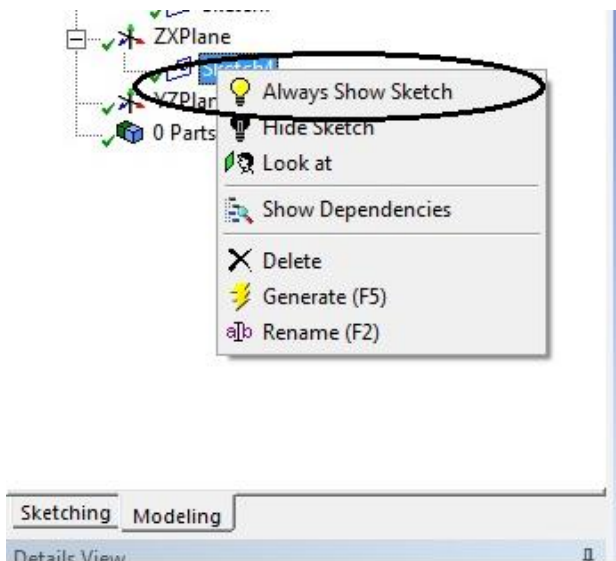

Рис. 7.
*Main Menu* → *Treeoutline* → *Sketch1* (клік правою кнопкою миші) → *Always show sketch* (Рис. 7)